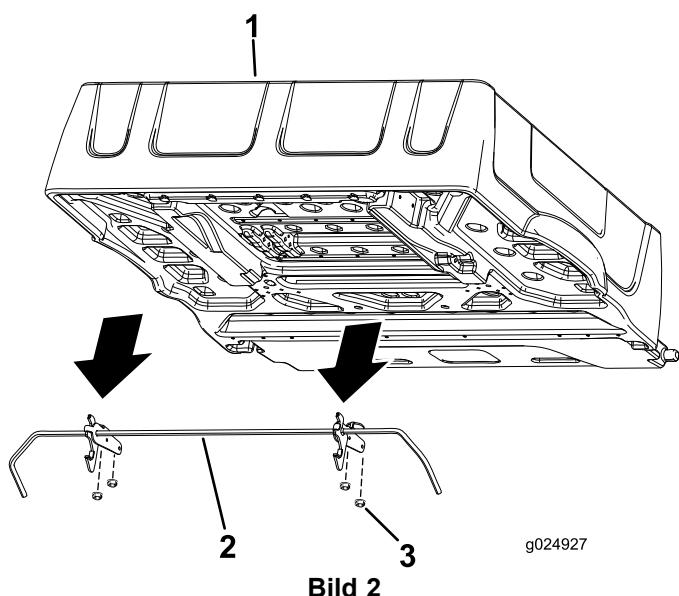

Bild 2
4. Entfernen Sie die vier Bundmuttern, mit denen die Riegelstangenhalterungen an der Unterseite der Staubox befestigt sind (Bild 2).